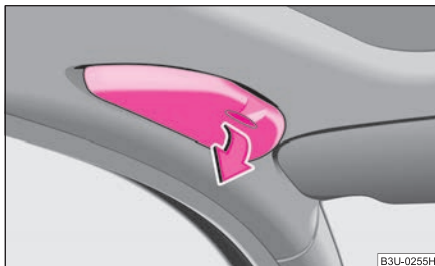

Fig. 97 Scomparto per gli occhiali
- Lo scomparto si apre agendo nel senso della freccia ⇒ fig. 97.